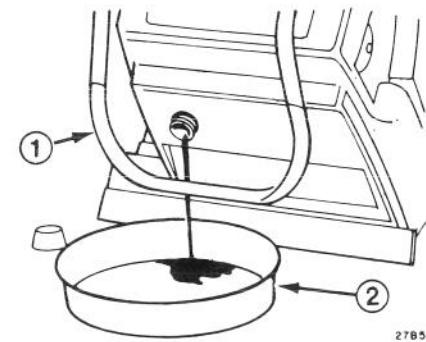

Abb. 16
1. Den Kraftstofftank entleeren. (Abb. 16).
1. BENZIN ENTLEEREN (Abb. 16) — Kraftstofftankdeckel von der Schneefräse abnehmen. Das Gerät vorsichtig nach vorne kippen und den Kraftstoff in einen breiten Behälter auslaufen lassen. Das Gerät aufstellen und den Tankdeckel wieder anbringen. Eventuell verschüttetes Benzin aufwischen und Kraftstoff in einem vorschriftsgemässen Kanister aufbewahren.